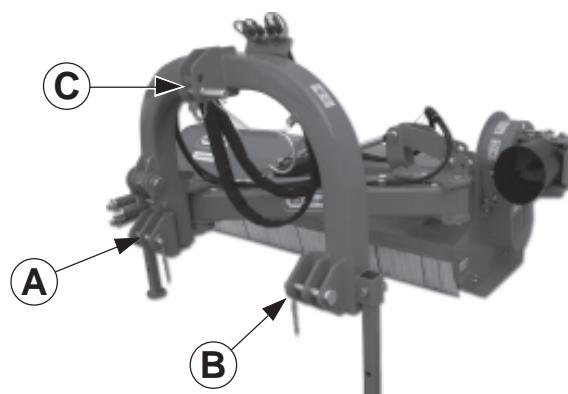

Fig. 8
Le piastre (A-B-C Fig. 8) vanno montate sempre e solo come illustrato in Fig. 8 con i fori posizionati anteriormente al tubo quadro.
1 - Accostare le barre del sollevatore ponendole all'interno delle piastre (A-B-C Fig. 8), inserire il perno nel foro predisposto e bloccare con le copiglie a scatto.
4 - Collegare il terzo punto superiore (C Fig.8) ed effettuare una corretta regolazione con il tirante, verificando che il piano superiore della macchina risulti parallelo al piano terra.
The plates (A-B-C Fig. 8) are always mounted only as illustrated in Fig. 8, with the holes positioned in front of the square tube.
- 1- Near the lift bars, setting them in the most suitable plates (A-B-C Fig. 8). Insert the pin into the relative hole and lock in place with the snap-in split pins.
- 4 - Connect the upper third-point (C Fig. 8) and correctly regulate by means of the adjuster, checking that the upper surface of the machine is parallel to the ground.
Les plaques (A-B-C Fig. 8) ne doivent être montées que comme illustré sur la Fig. 8 avec les trous positionnés à l'avant du tube carré.
- 1- Approchez les barres du relevage en les plaçant à l'intérieur des plaques les plus appropriées (A-B-C Fig. 8), introduisez l'axe dans le trou correspondant kdébloquez par les goupilles à encastrement.
- 4 - Reliez le troisième point supérieur (C Fig. 8) et réglez correctement à l'aide du tirant. Assurez-vous que le plan supérieur de la machine soit pratiquement parallèle au terrain.
Die in Abb. 8 mit A-B-C angeführten Platten haben stets wie in dieser Abbildung 8 aufgezeigt montiert zu werden - d.h. die Löcherungen werden vor das Flachrohr gesetzt.
- 1- Die Lenker des Krafthebers annähern und in die am besten geeigneten Platten schieben (A-B-C Abb. 8). Den Bolzen in das Loch stecken und mit dem einrastenden Splint blockieren.
Las placas (A-B-C Fig. 8) tienen que instalarse siempre y sólo como ilustrado en la Fig. 8, con los agujeros colocados adelante del tubo cuadrado.
- 1- Acerca las barras del elevador ponéndolas dentro de las placas más indicadas (A-B-C Fig. 8), introducir el perno en el orificio y bloquear con los pasadores de resorte.
- 4 - Conectar el tercer punto superior (C Fig. 8) y efectuar una correcta regulación con el tirante de regulación controlando que el plano superior de la máquina resulte paralelo al plano al nivel del suelo.